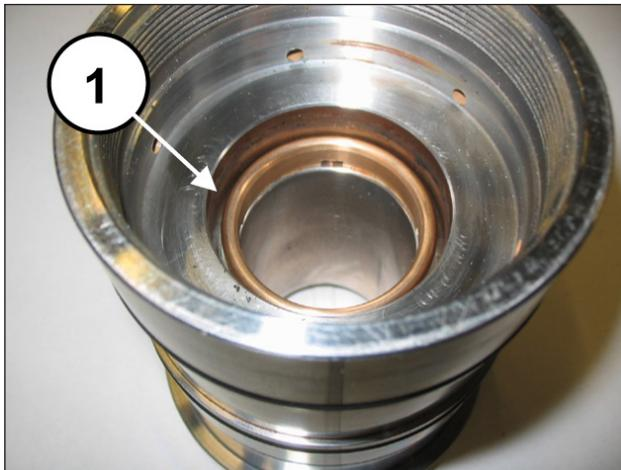

图 150
安装头环（①，图 150）、高压密封圈（①，图 151）和阻火圈（①，图 152）。